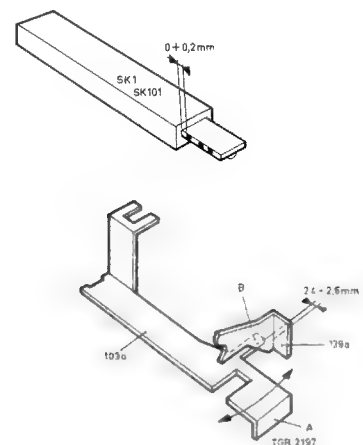

Fig. 34
#### Instelling SK1/SK101 (zie fig. 34)
De schuif van schakelaar SK1/SK101 moet in deze stand ingesteld worden zoals fig.34 aangeeft. Dit is in te stellen door gedeelte A van beugel pos. 103A te verbuigen.
- b. De afstand tussen gedeelte B van beugel pos. 103A en beugel pos. 139A moet dan tussen de 2,4 en 2,6 mm bedragen. Dit is in te stellen door gedeelte B te verbuigen zie fig.